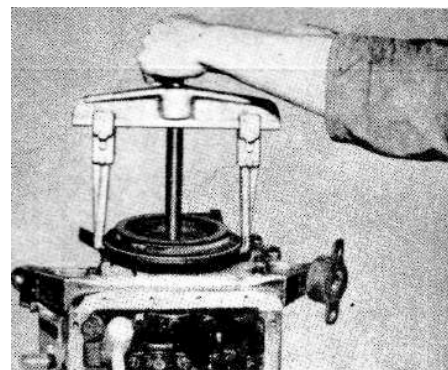

Bild 4-62
34. Riemenscheibe abziehen. (Bild 4-62)